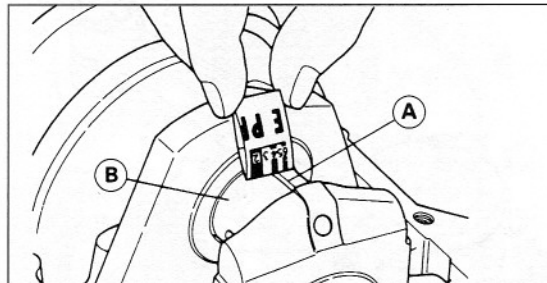

Bild 247
- Lagerspiel wie oben beschrieben mit Plastige-Messstreifen bestimmen (Bild 247).